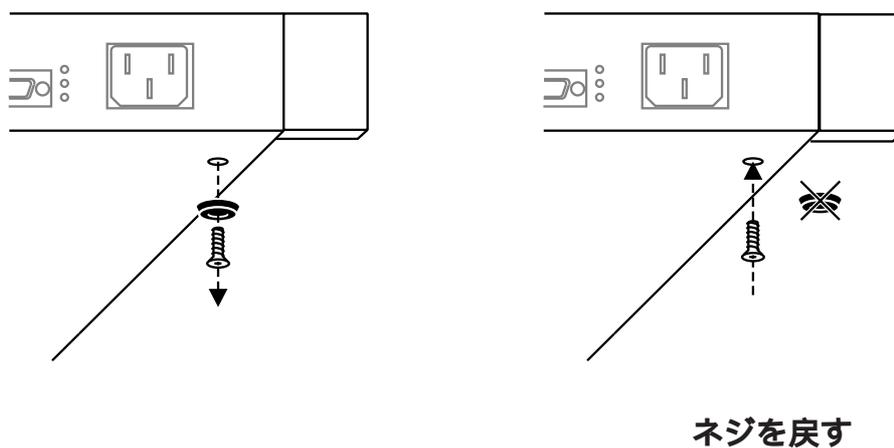

図 1.3 ゴム足の取りはずしとネジの再取り付け
- (1) 2台のTSシリーズのハブのマスター・スレーブなど機能分担と運用方法を決定しておきます（第2章 シェアード・シャーシの機能参照）。
- (2) TSシリーズのハブのゴム足をはずし、ネジは本体に戻します（図 1.3 参照）。